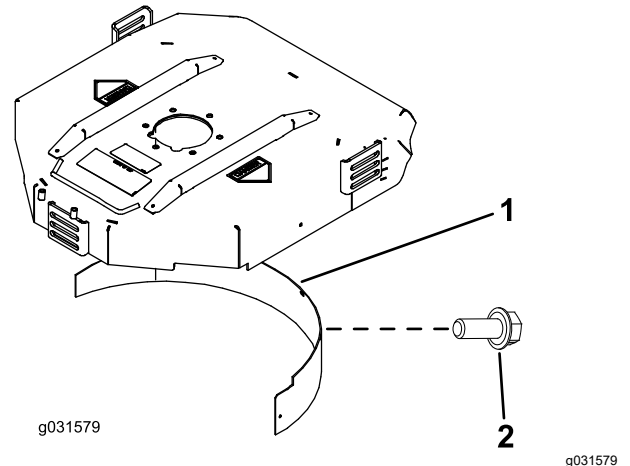

Bild 20
2. Montieren Sie das Mulchablenkblech in der hinteren Öffnung und befestigen Sie es mit fünf Bundschrauben (Bild 20).